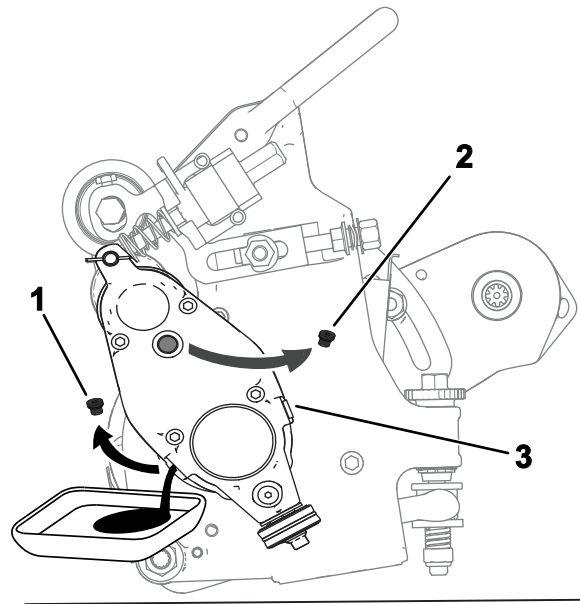

Figura 23
5. Incline la unidad de corte (como se muestra en la Figura 23) hasta que el orificio de vaciado esté abajo para asegurar un vaciado completo.